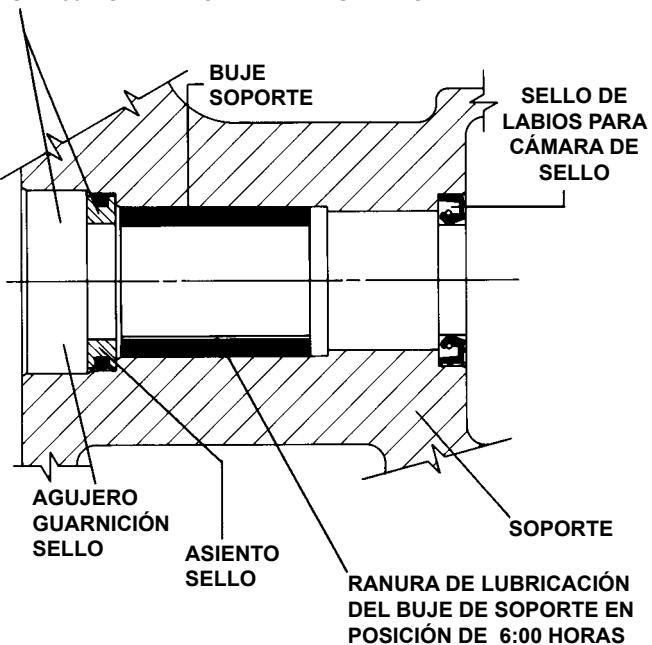

FIGURA 11
2. Proceda al asiento del sello en el agujero de la carcasa del sello. Ver figura 11. Si necesita hacer fuerza, proteja la superficie de sello con un trozo redondo de cartón limpio o tápelos suavemente con un trozo de madera.